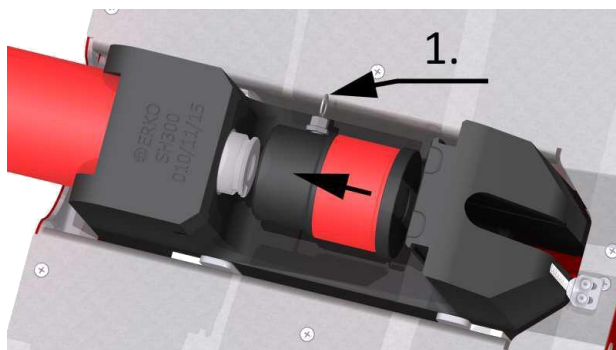

Abb. 9. Montage des Stempels.
3. Den Sicherungsbolzen abziehen (Abb. 9 Pos. 1) und den Stempel auf die Kolbenstange, bis der Bolzen angeschlossen ist, aufschieben. Nach dem Vorgang sicherstellen, dass der Stempel sicher in seiner Position befestigt ist.